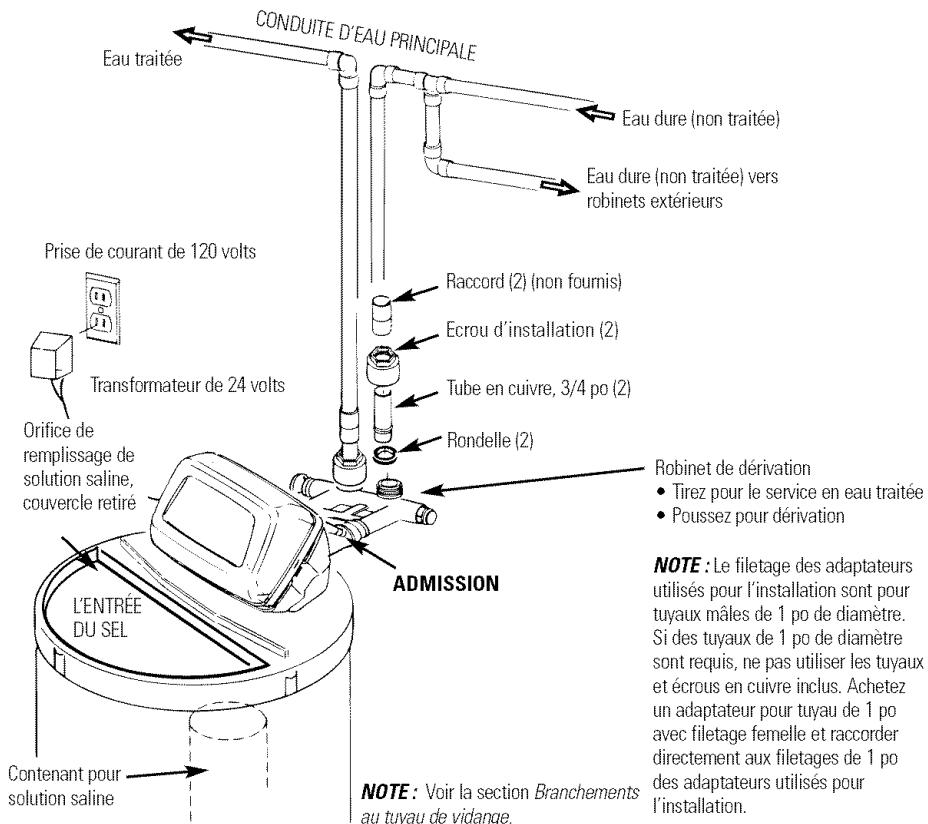

Fig. 1
Référez-vous à la fig. 1, *Illustration d'une installation type* utilisé comme guide lors de votre installation particulière. **Assurez-vous de diriger l'eau d'arrivée dure (non traitée) dans le raccord de la soupape contrôlant l'admission d'eau à l'adoucisseur.** La soupape porte les indications **IN (entrée)** et **OUT (sortie)**. Voyez l'illustration en page 32.
- A ATTENTION :** Respectez toutes les consignes de mise en garde suivantes lors du branchement des conduites aux orifices d'entrée et de sortie. Voir les figures 1 et 2.
- ASSUREZ-VOUS QUE L'EAU DURE (NON TRAITÉE) ARRIVANT EST DIRIGÉE SUR L'ORIFICE D'ENTRÉE DU CLAPET DE L'ADOUCISSEUR. Si le débit d'eau provient du côté gauche, utilisez un croisement illustré à la figure 1.